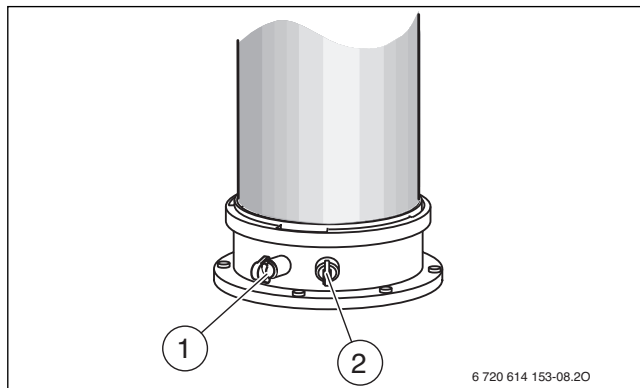

Bild 43 Abgasmessstutzen und Verbrennungsluft-Messstutzen
- ▶ Stopfen am Verbrennungsluft-Messstutzen [2] entfernen (→ Bild 43).
- ▶ Stopfen am Abgasmessstutzen [1] entfernen (→ Bild 43).